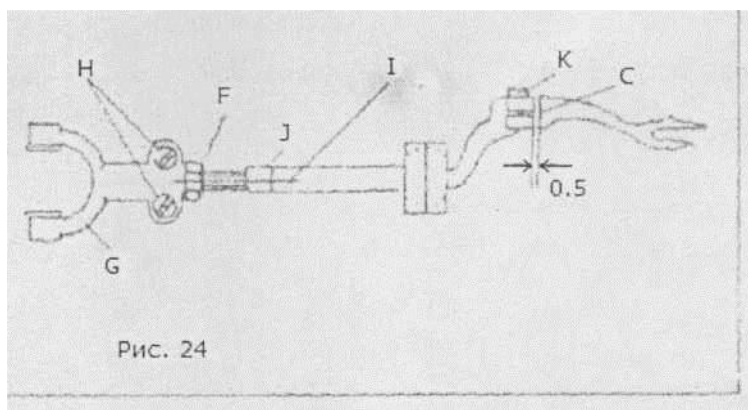

Рис. 24
2. Изучите рис. 24, на котором изображены заднее и переднее положения крючка для нити.